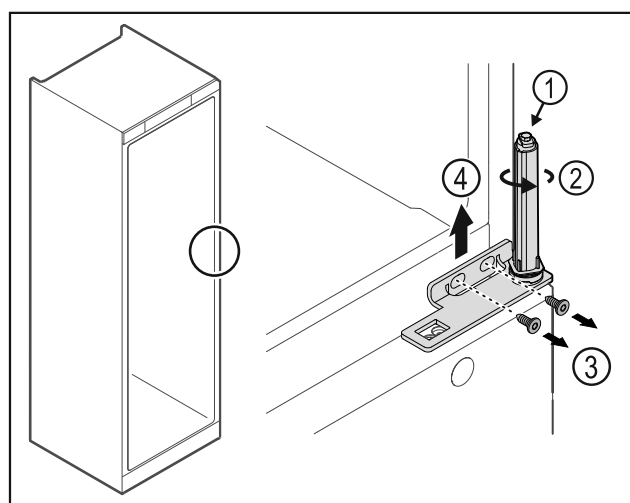

Fig. 33
- Deursluitsysteem niet uit elkaar halen Fig. 33 (1).
- Sluitsysteem Fig. 33 (2) draaien tot het klikt.
- Schroeven Fig. 33 (3) losmaken, scharnierhoek naar boven toe verwijderen Fig. 33 (4).